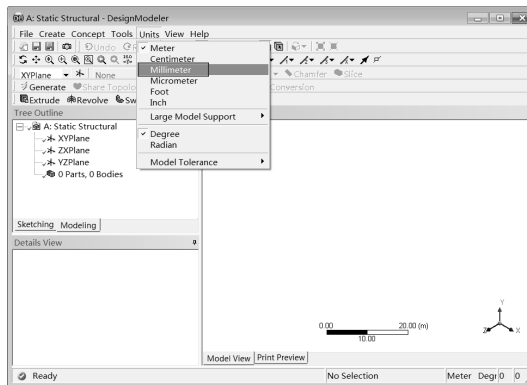

图 14-46 创建几何体
Step1：在 A3 Geometry 上双击，此时会弹出如图 14-46 所示的 DesignModeler 软件窗口，选择 Millimeter 选项，然后单击 OK 按钮。